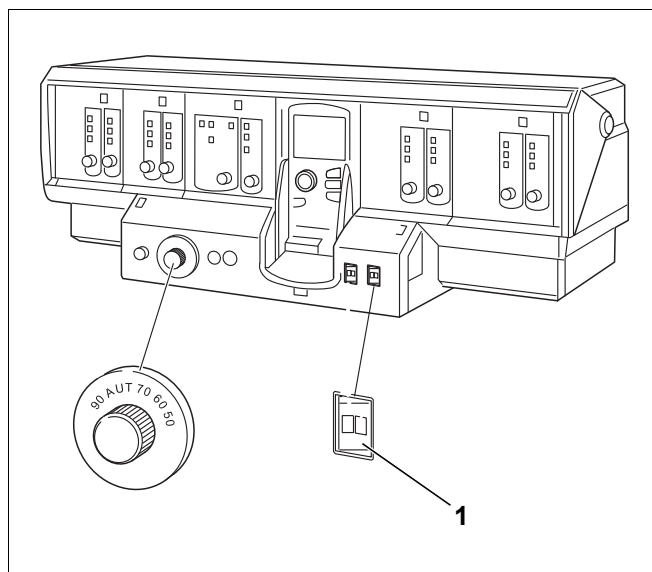

Рис. 49 Logamatic 4311
- ▶ Установите пусковой выключатель (рис. 49, [1]) на системе управления в положение "0".